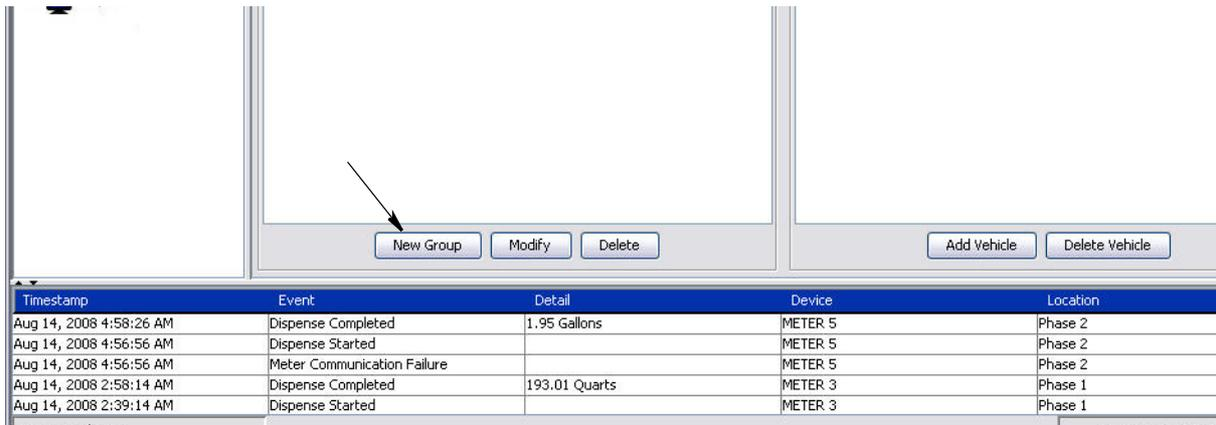

ABB. 151
2. Klicken Sie auf die Schaltfläche „Neue Gruppe“, um eine neue Fahrzeuggruppe zu erstellen (ABB. 151).